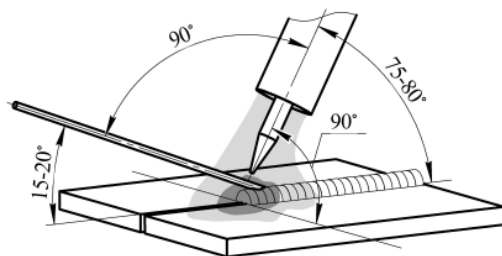

Рис. 8.3. Угол наклона горелки.
Сварку обычно выполняют справа налево. При сварке без присадочного материала электрод располагают перпендикулярно к поверхности свариваемого металла, а с присадочным материалом - под углом. Присадочный пруток перемещают впереди горелки (см. рис. 8.3).
**При аргонодуговой сварке также следует не забывать про противоположный угол наклона горелки (см. рис. 8.3) - это влияет на формирование сварочного шва. Старайтесь держать горелку под углом 90° (по отношению к линии шва).**